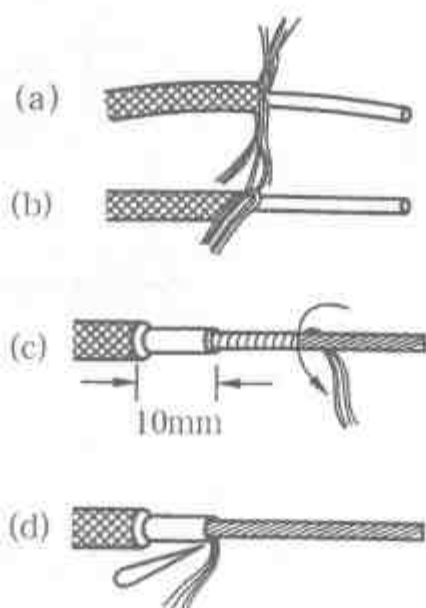

图 2-4 花线绝缘层的剖削
(1) 花线最外层棉纱织物保护层的剖削方法和里面橡胶绝缘层的剖削方法类似皮线线头的剖削。由于花线最外层的棉纱织物较软，可用电工刀将四周切割一圈后用力将棉纱织物拉去，如图 2-4 (a)、(b) 所示。
(2) 在距棉纱织物保护层末端 10mm 处，用钢丝钳刀口切割橡胶绝缘层，不能损伤芯线，然后右手握住钳头，左手把花线用力抽拉，通过钳口勒出橡胶绝缘层。花线的橡胶层剥去后就露出了里面的棉纱层。
(3) 用手将包裹芯线的棉纱松散开，如图 2-4 (c) 所示。
(4) 用电工刀割断棉纱，即露出芯线，如图 2-4 (d) 所示。